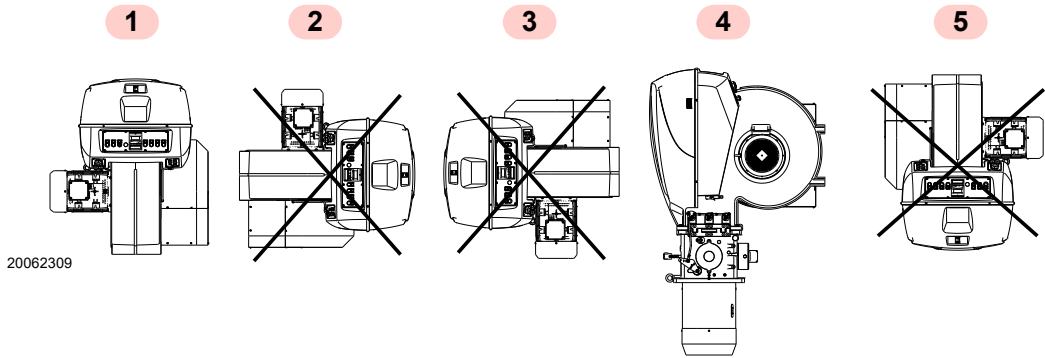

Fig. 9
- El quemador está preparado exclusivamente para funcionar en las posiciones 1 y 4 (Fig. 9).